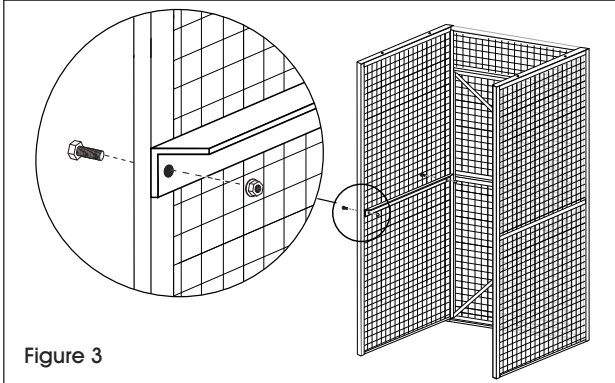

Figure 3
4. Boulonnez le rail pour tablette à mi-hauteur sur le côté intérieur de la bride extérieure du panneau latéral à l'aide de deux longs boulons de carrosserie et de deux écrous. La face plate du rail pour tablette est positionnée vers le haut. Répétez l'opération sur le panneau latéral opposé. (Voir Figure 3)